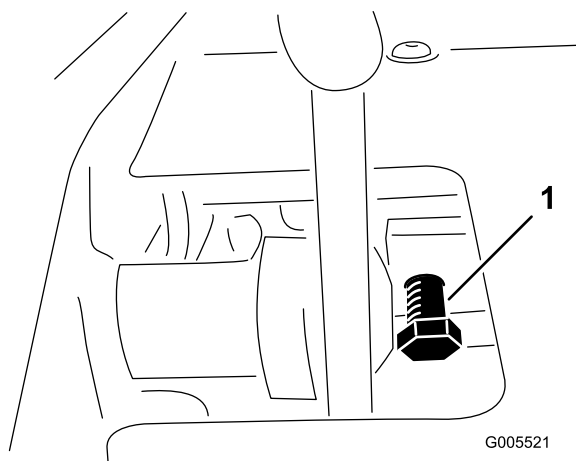

Figura 57
1. Allentate il contro dado sul bullone di fissaggio del pedale (Figura 57).